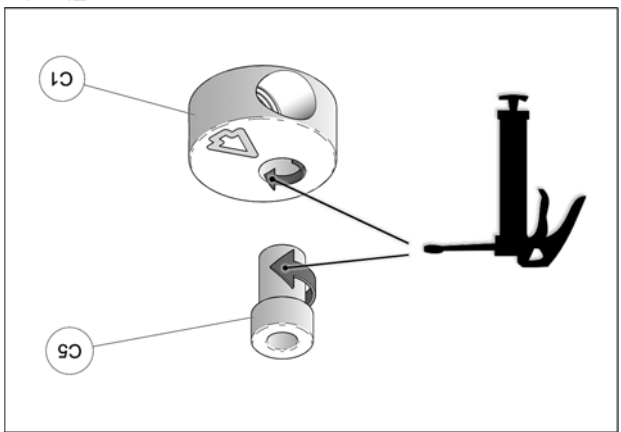

Fig. 17
11. À l'assemblage, les bagues espacateurs (C5) doivent être graissées. Appliquer une couche de graisse uniforme sur toute la circonférence de la bague espacateur et dans le logement du disque en aluminium (C1). Voir la Fig. 17